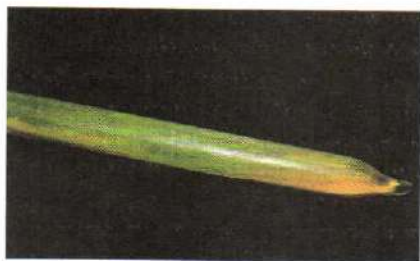

Рис. 31. Запаянная ампула с жидким хлором
В лабораторных условиях хлор получают из соляной кислоты, действуя на нее окислителем — перманганатом калия KMnO_4 , бертолетовой солью KClO_3 или оксидом марганца(IV) MnO_2 . Проведем опыт. Поместим в пробирку несколько кристалликов перманганата калия, прильем соляную кислоту и слегка нагреем смесь. Постепенно пробирка заполнится зеленовато-желтым газом. Это хлор, его название в переводе с греческого и означает «зеленовато-желтый». Хлор — удушливый газ с характерным резким запахом, напоминающим запах «хлорки». При охлаждении до -34°C хлор превращается в желто-зеленую жидкость (рис. 31), а при -101°C переходит в твердое состояние.